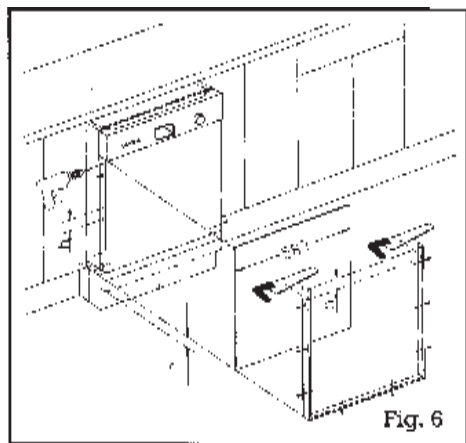

Fig. 6
- 1°.-Retire el marco de la puerta del lavavajillas soltando los tornillos (según Fig. 6)